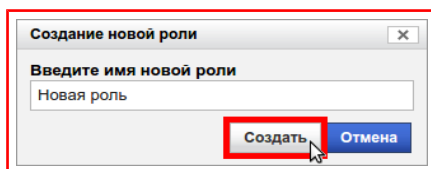

Рисунок 9.18 — Кнопка «Создать»
- 3) Нажать на кнопку **«Создать»**, рисунок 9.18;